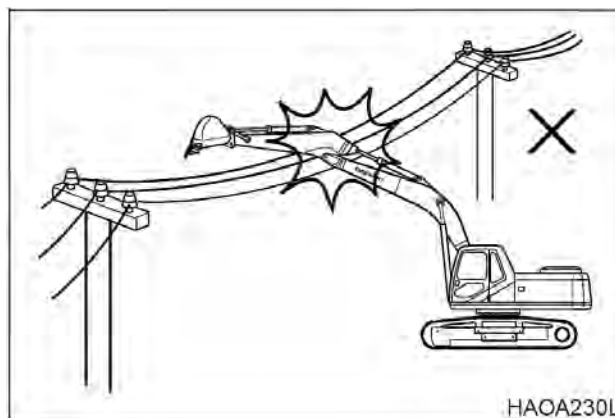

Рис. 59
11. Убедиться, что между линиями электропередач и машиной имеется достаточное пространство. См. рис. 59.